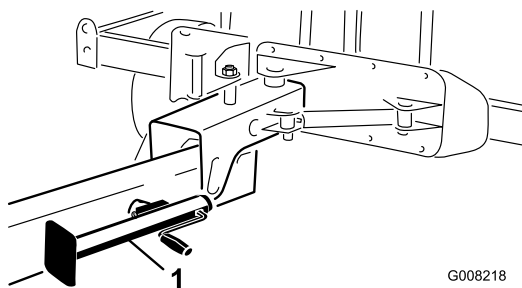

Figure 24
9. Abaissez la béquille au sol pour stabiliser la machine (Figure 24).